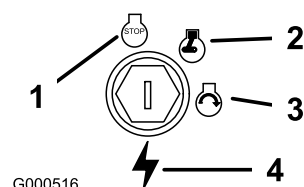

Figure 10
- Tournez la clé de contact en position contact coupé (Figure 10).